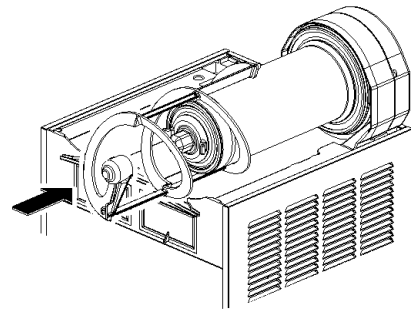

figure 14
- 6 Enfiler la spirale extérieure sur l'évaporateur en accouplant son extrémité hexagonale à l'extrémité hexagonale de l'arbre du rotor magnétique extérieur (voir figure 14).